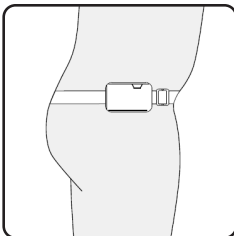

Abbildung 4. Befestigen Sie den Gürtel am Körper des Patienten und stellen Sie die Weite bedarfsgerecht ein.
- Legen Sie den Gürtel um die Taille des Patienten. Schließen Sie den Gürtel und stellen Sie die Weite ein (**Abbildung 4**). Der Gürtel sollte für den Patienten bequem zu tragen sein. Der Beutel für den PS befindet sich oberhalb der Hüfte des Patienten.